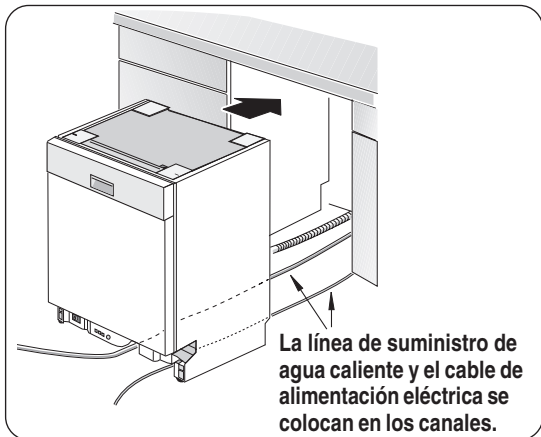

Ilustración 19
- 2 Acomode la lavadora tan cerca del gabinete como para poder conectar la manguera de desagüe de la lavadora a la conexión de evacuación debajo del fregadero. Asegúrese de que el tubo de agua caliente y el cable eléctrico estén puestos en sus canales respectivos bajo la base de la lavadora, tal como indican en la **Ilustración 19**.